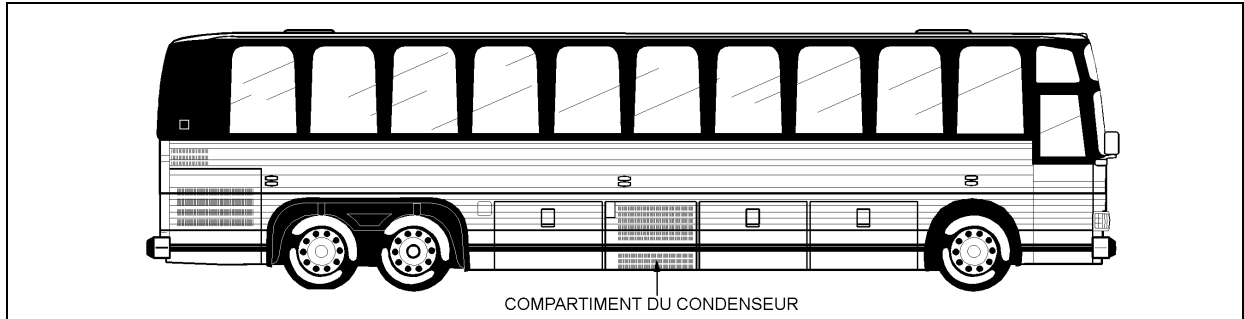
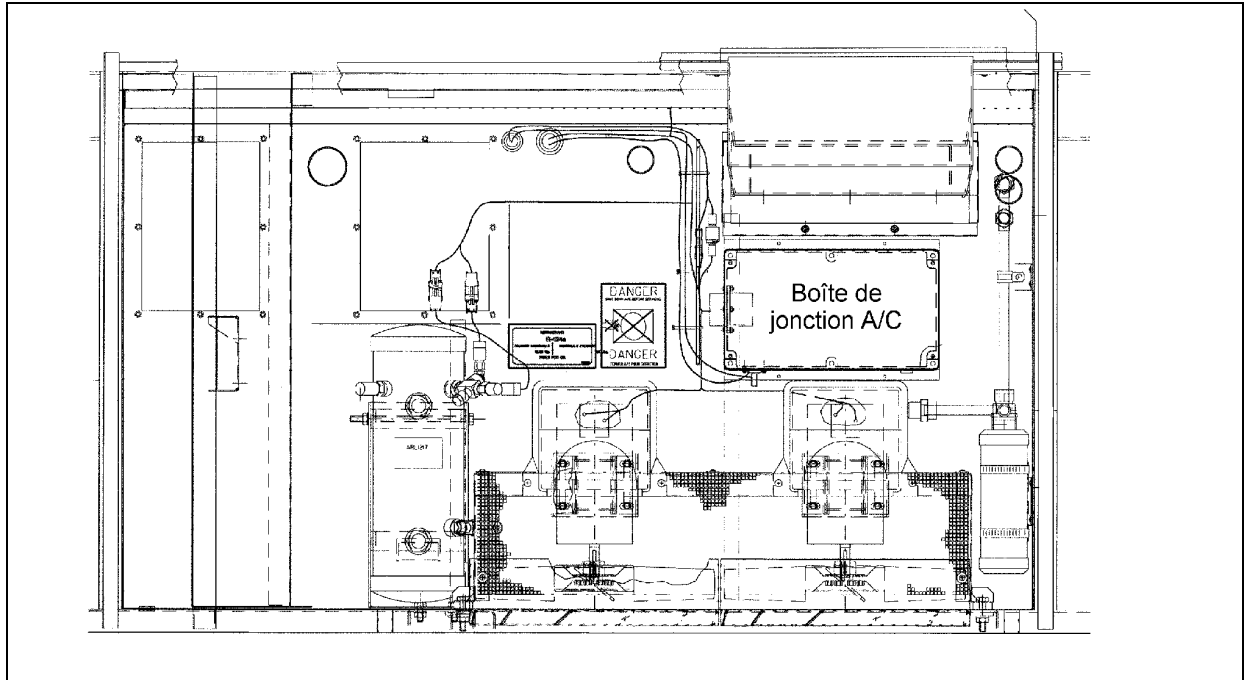

FIGURE 1 : EMBLACEMENT DU COMPARTIMENT DU CONDENSEUR (TYPIQUE)
FIGURE 2 : BOÎTE DE JONCTION A/C À L'INTÉRIEUR DU COMPARTIMENT DU CONDENSEUR
1. Ouvrir la porte du compartiment du condenseur (voir figure 1). Localiser la boîte de jonction A/C à l'intérieur du compartiment (voir figure 2).